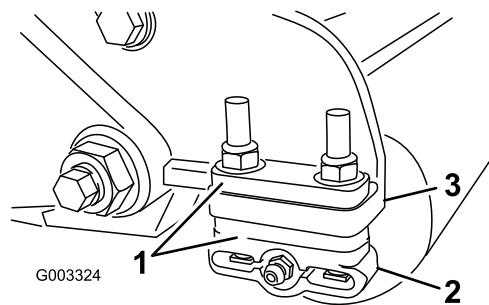

Bild 11
1. Stellen Sie die Halterungen der Heckrolle (Bild 11) auf den gewünschten Schnithöhenbereich ein; legen Sie die benötigte Anzahl von Distanzstücken unter den Montageflansch der Seitenplatte (Bild 11), siehe **Schnithöhentabelle** (Seite 10).